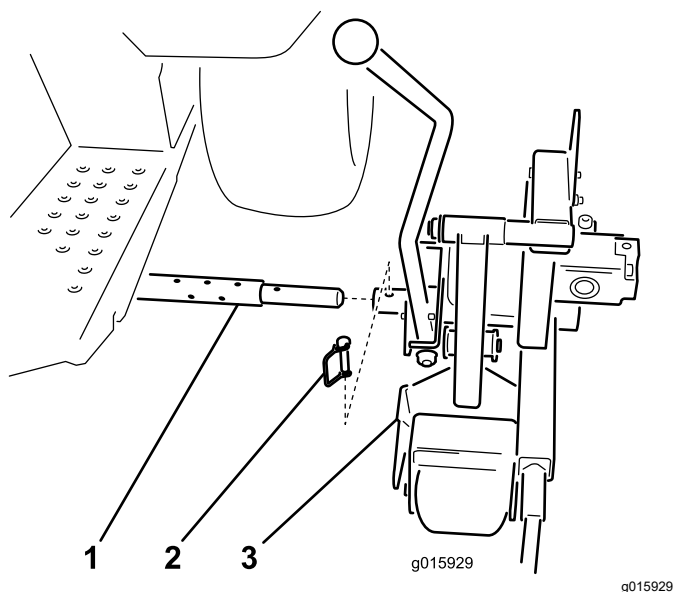

Figura 5
1. Deslize o tubo da articulação da cabeça do cortador para o tubo transversal (Figura 5).
2. Prenda a cabeça do cortador ao tubo transversal com o pino de engate (Figura 5).